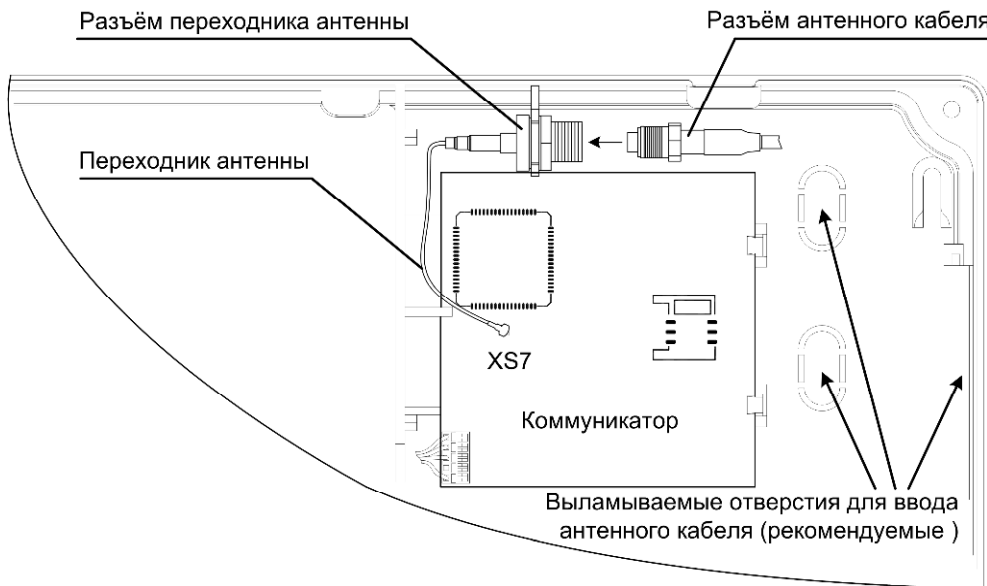

Рис. 8 Подключение антенны к переходнику
- подключите антенну 2J310M-250RG174-C04N к коммуникатору: проденьте антенный кабель в отверстие корпуса и подключите разъём антенного кабеля к разъёму переходника антенны (рис.8);